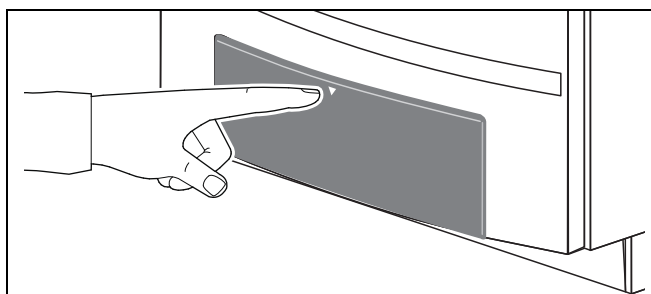

Bild 97 Stänga manöverpanelen
- Stäng manöverpanelen genom att trycka på luckan (bild 97, sidan 65).
- Stäng manöverpanelen genom att trycka på luckan (bild 97).